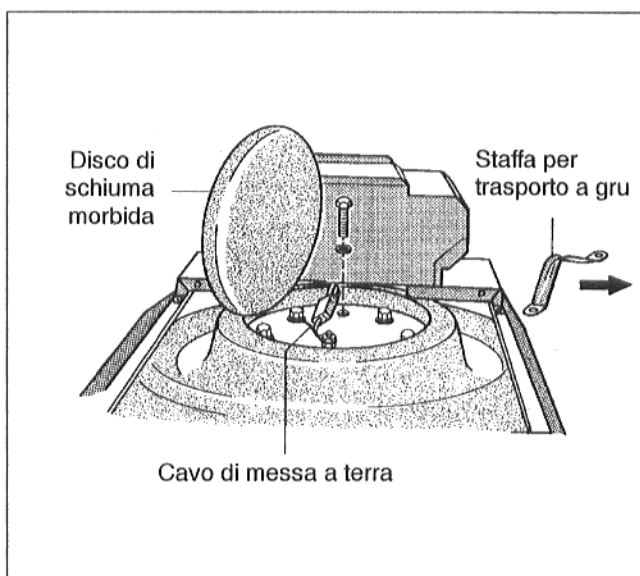

Fig. 22
- Verificare che il cavo di messa a terra dell'anodo di magnesio sul coperchio dell'accumulatore sia collegato (Fig. 22)
- Posizionare l'isolamento termico (disco in schiuma morbida) sul coperchio dell'accumulatore (Fig. 22).